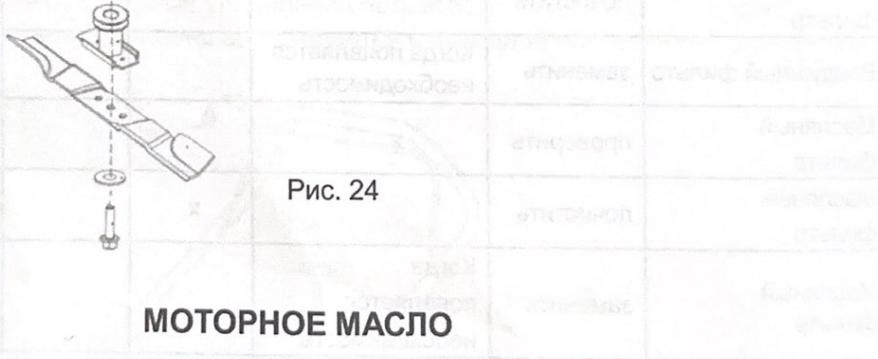

Рис. 24
- Ослабьте болт с шестигранной головкой против часовой стрелки с помощью подходящего гаечного ключа и снимите его вместе со стопорной частью и лезвием (рис. 24).